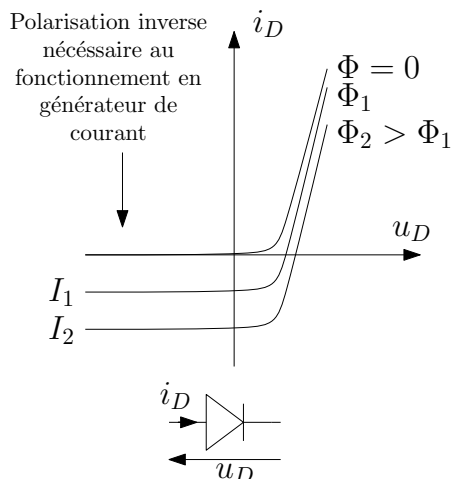
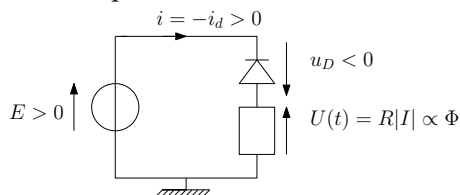

Figure 79
Figure 80
- ✘ La caractéristique de la photodiode est donnée figure 79
- ✘ Pour mesurer ϕ on effectue le montage figure 80 et on mesure la tension $U(t)$ aux bornes de la résistance. En effet, d'après la figure 79 , on voit que la diode fonctionne en générateur de courant quand elle est éclairée et qu'elle est polarisée en inverse.